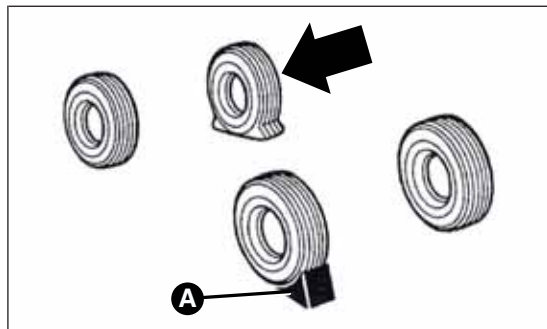

fig. 146
- posizionare il cuneo posteriormente, sulla ruota diagonalmente opposta a quella da sostituire (vedere fig. 146) in modo da prevenire movimentazioni della vettura quando questa è sollevata da terra;